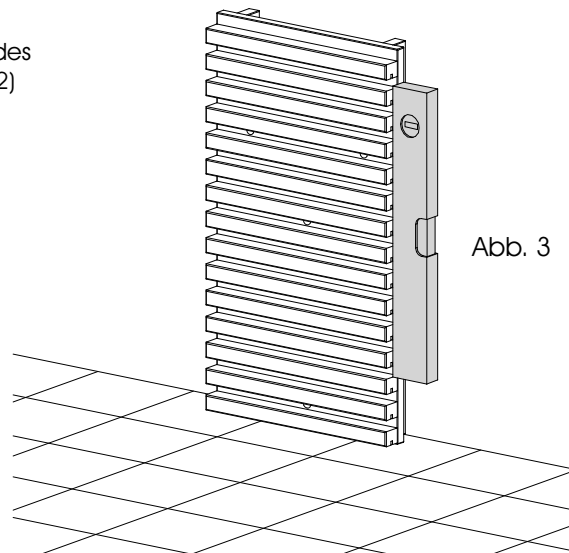

Abb. 3
2. Anschließend das untere Wandpaneel ausrichten (Abb. 3+4)